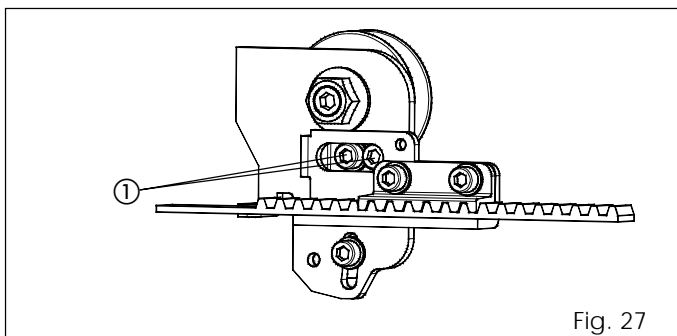

Fig. 27
- Desserrer les deux vis (fig. 27 réf. ①) sur les deux chariots.